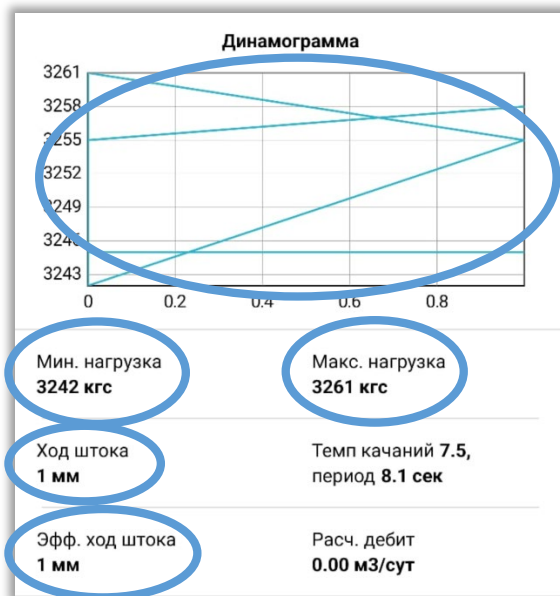

рис.5
- Значение хода штока, близкое или равное нулю, совместно с одинаковой минимальной и максимальной нагрузкой указывает на то, что датчик находится в неподвижном состоянии, станок-качалка остановлен. (рис.5)